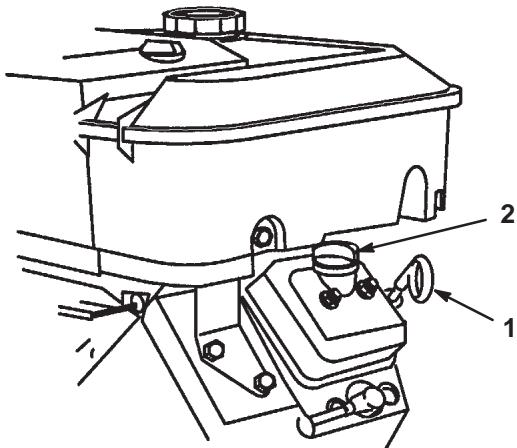

Figure 2
2. Nettoyez la surface autour de la jauge d'huile (Fig. 2) pour éviter que des impuretés ne s'introduisent dans l'orifice de remplissage, ce qui risquerait d'endommager le moteur.
4. Remettez la jauge complètement dans le tube de remplissage sans la visser. Sortez de nouveau la jauge et examinez l'extrémité métallique. Si le niveau d'huile est bas, retirez le bouchon de remplissage du couvre-culasse (Fig. 2) et ajoutez la quantité d'huile nécessaire pour amener le niveau au repère maximum sur la jauge. Reportez-vous à la section Changement de l'huile moteur, page 22, pour connaître le type d'huile et la viscosité qui conviennent. Versez l'huile lentement et vérifiez souvent le niveau durant la procédure. Ne remplissez pas excessivement.